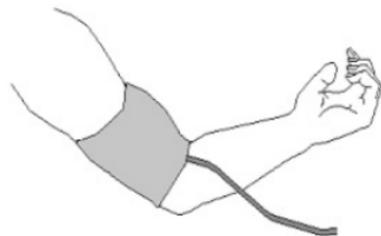

Figura 2.5 Posizionamento del bracciale
1. Per il posizionamento del bracciale, allargarlo bene e avvolgerlo attorno al braccio in maniera uniforme e serrarlo adeguatamente. Per posizionare correttamente il bracciale, fare riferimento alla Figura 2.5.